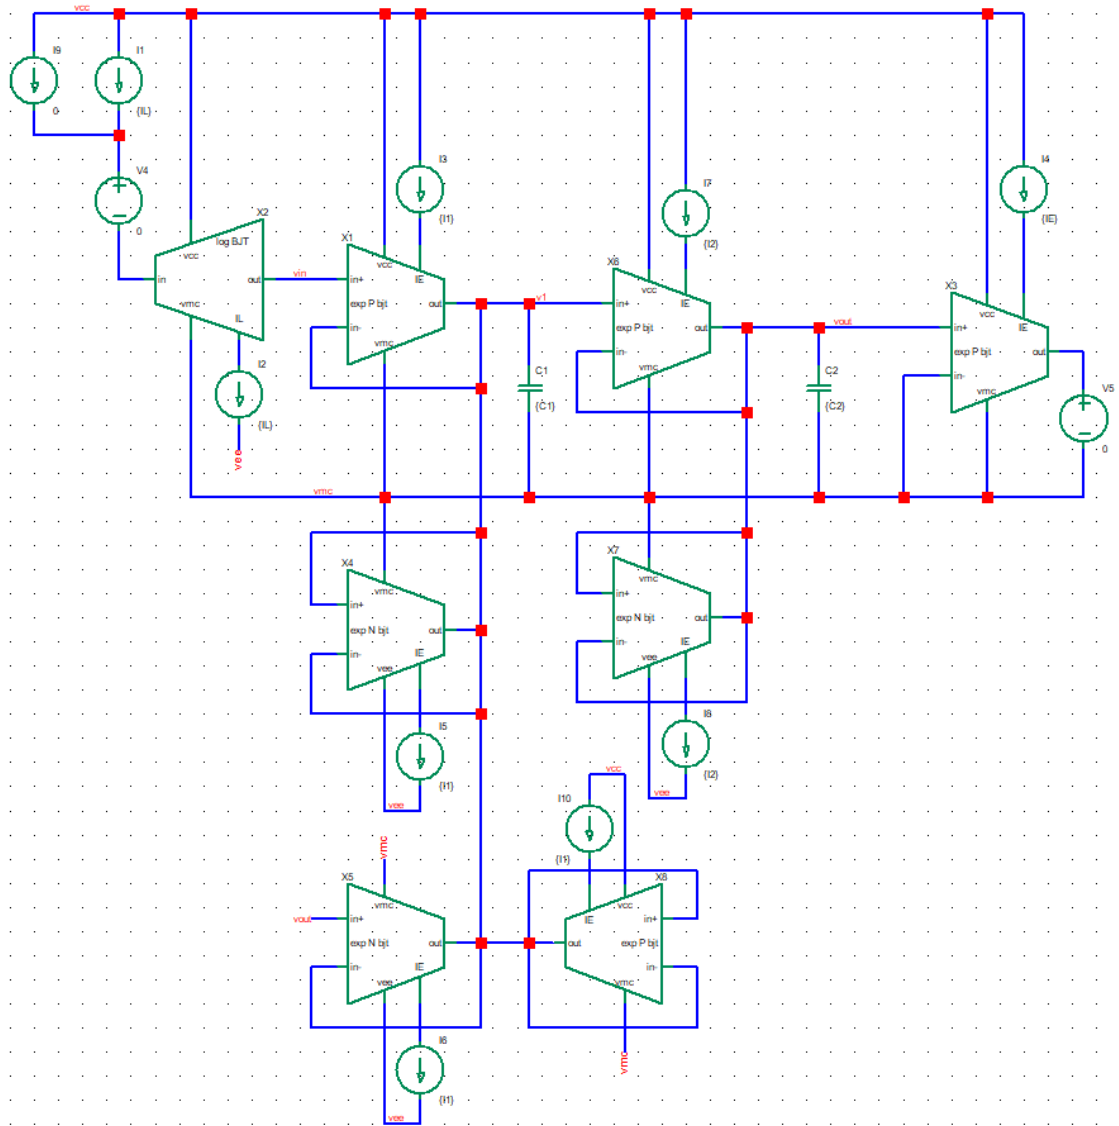

Figura 2: Schema electrică a biquad-ului trece jos ELIN implementat folosind blocul logaritmic și blocuri exponențiale
- desenați schema de test din Figura 2;